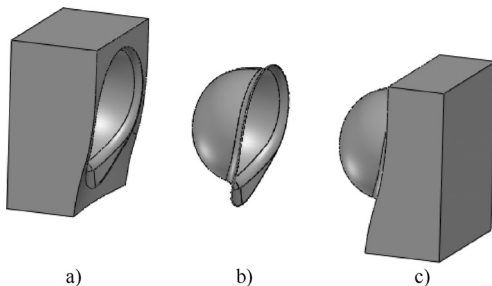

图 10-36 模型和分模后的型芯、型腔
打开本书提供的素材文件“10.5.3SC.SLDPRT”，使用本章介绍的自动分模工具，对模型执行分模操作，创建安全帽的分型线和分型面，进而创建安全帽的型芯和型腔，如图 10-36 所示。
STEP 5 与“解答 1”中最后两步的操作相同，选择系统主菜单“插入”>“特征”>“移动/复制”菜单命令，执行两次“移动/复制”命令操作，将模型的型腔和型芯移动到模型的两侧，并将分型线和分型面隐藏，得到基本的分模效果，如图 10-36 所示。